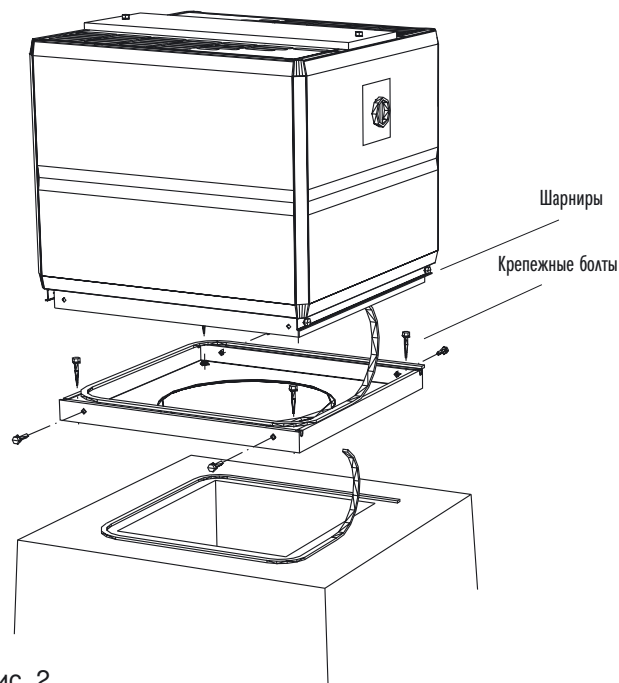

Рис. 2
1. Установите, имеющееся в упаковке, уплотнение на краю вентиляционной проходки. Рис. 2.
3. Закрепите вентилятор и уплотнение, поставляемое с ним, к верхнему краю монтажной рамы. Рис. 2.
4. Установите крышный вентилятор на установочную раму MORA и закончите монтаж на крышной проходке BOGA. Как было указано выше. Рис. 2.